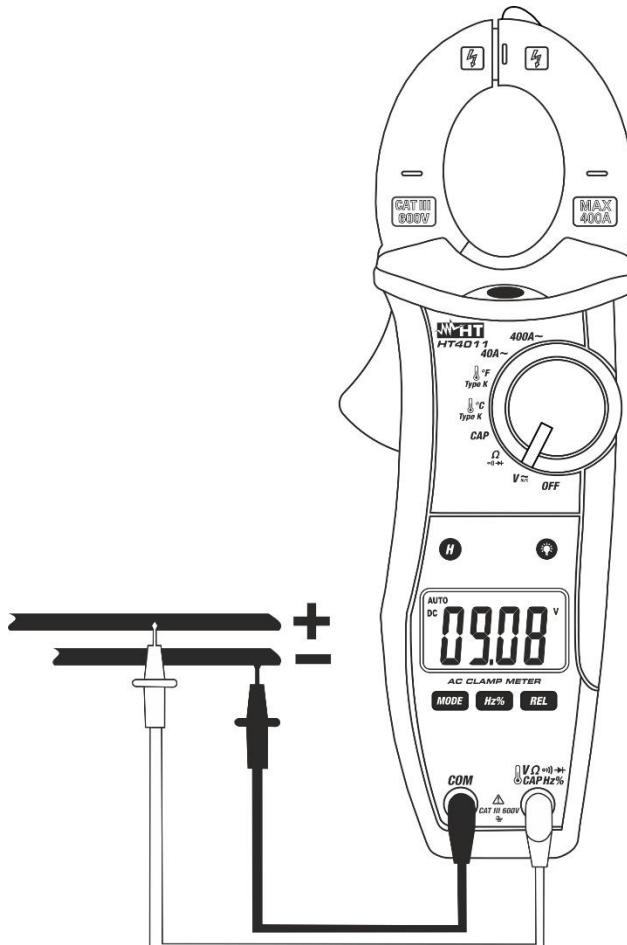

Fig. 3: Uso da pinça na medição de Tensões CC
5. A visualização do símbolo "-" no display do instrumento indica que a tensão tem sentido oposto em relação à ligação da Fig. 3